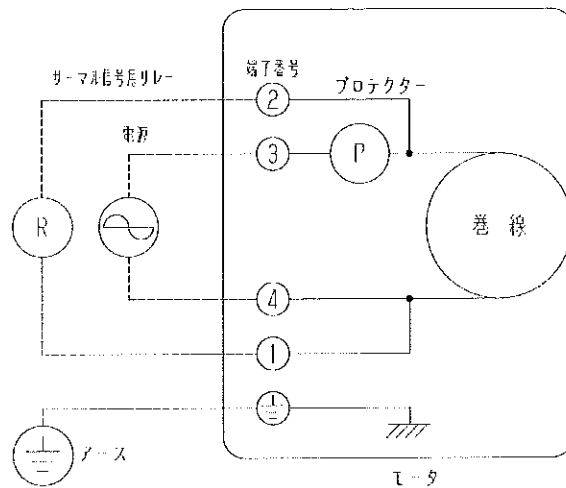

図5. 電気結線図
- (1) このポンプの回転方向は、ポンプ正面（レベルゲージ側）から見て時計回りです。
- (2) 結線を行なう際は、モータの端子箱を開けて図5. のように結線して下さい。
- (3) モータ側アース端子は、端子箱内の“アースマーク”の表示があるネジです。
- (4) このモータには、過負荷保護装置（手動復帰型サーマルプロテクター）が内蔵されています。
- (5) ケーブルグラウンドの適用線径は、 $\phi 9 \sim \phi 14$ です。ケーブルグラウンドサイズに合った電源コードを接続して下さい。